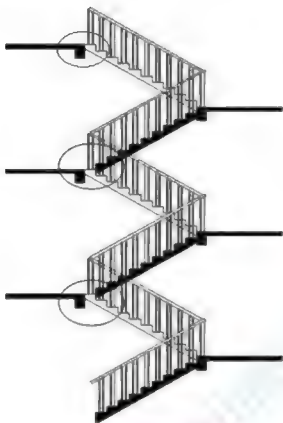
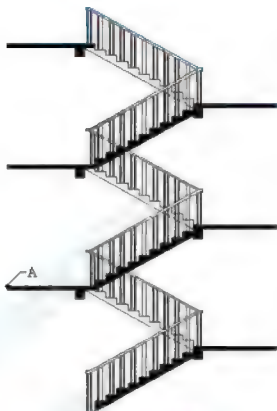

图 4.115 阵列生成其他楼梯
图 4.116 修整楼梯
(7) 用【阵列】命令生成其他楼梯, 参数设为 3 行、1 列、行偏移距离 3300mm, 结果如图 4.115 所示。
(8) 图 4.115 内的圆圈处上下行梯段的前后关系不正确, 需将其修整至图 4.116 所